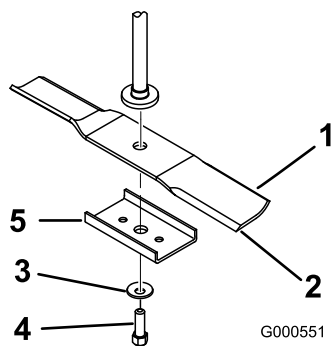
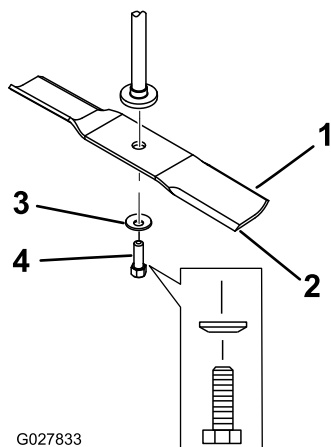

Figura 56
Figura 57
2. Togliete il rinforzo della lama (solo piatti da 81 cm), il bullone della lama, la rondella curva e la lama dall'asse del fusello (Figura 56 e Figura 57).
1. Montate la lama sull'asse del fusello (Figura 57).
2. Montate il rinforzo della lama (solo piatti da 81 cm), la rondella curva (lato concavo verso la lama) e il bullone della lama (Figura 57).